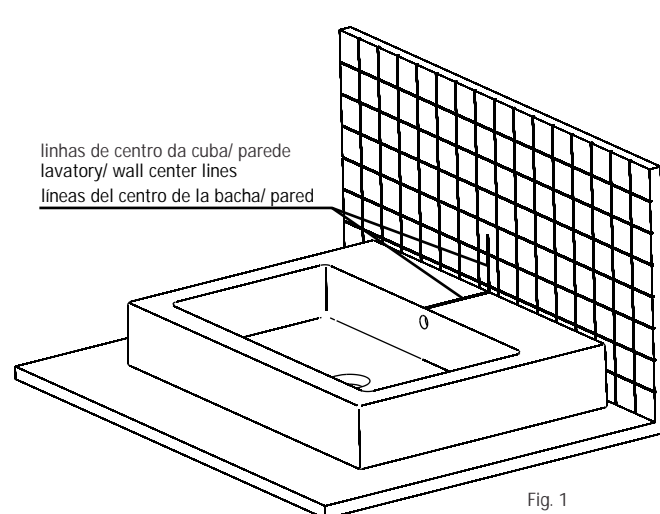

Fig. 1
- 1** Colocar a cuba sobre o tampo e traçar uma linha conforme fig.1, retirar a cuba e prolongar esta linha até o tampo.
Place the lavatory over the countertop and draw a line according to fig.1. Remove the lavatory and extend this line up to the countertop.